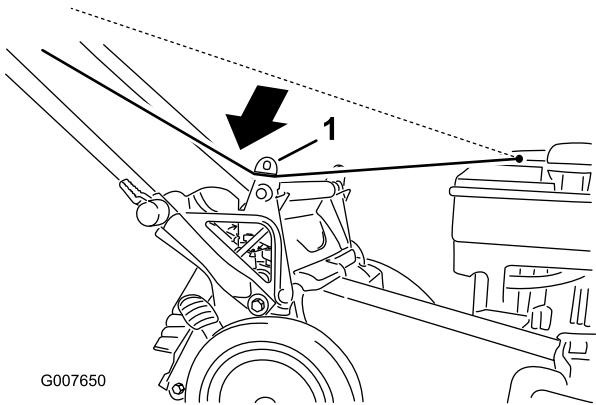

Bild 23
1. Verlegen Sie das Starterkabel um die untere Kabelführung (Bild 23).
4. Setzen Sie die Heckauswurfklappe ein (Bild 23).